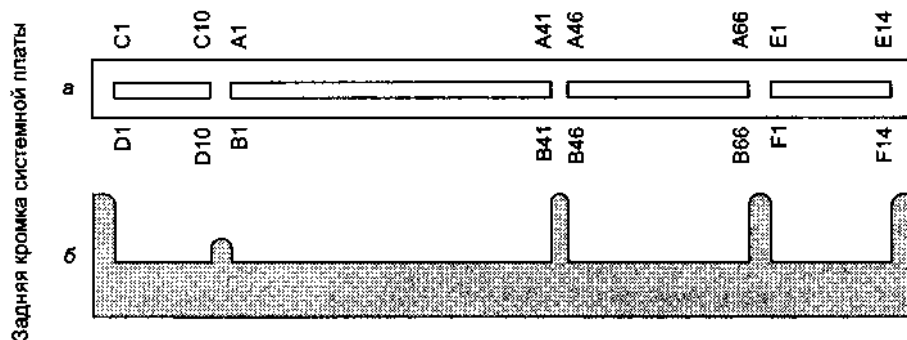

Рис. 14.7. Коннектор карты AGP Pro (показан ключ питания карты 1,5 В): а — вид сверху, б — профиль ключей
*Спецификация AGP Pro* описывает более мощный коннектор (рис. 14.7), позволяющий в 4 раза повысить мощность, подводимую к графической карте. При этом сохраняется односторонняя совместимость: карты AGP могут устанавливаться в слот AGP Pro, но не наоборот. В настоящее время от коннектора AGP Pro отказались, а для подачи питания на графическую карту используется дополнительный кабель с разъемом.